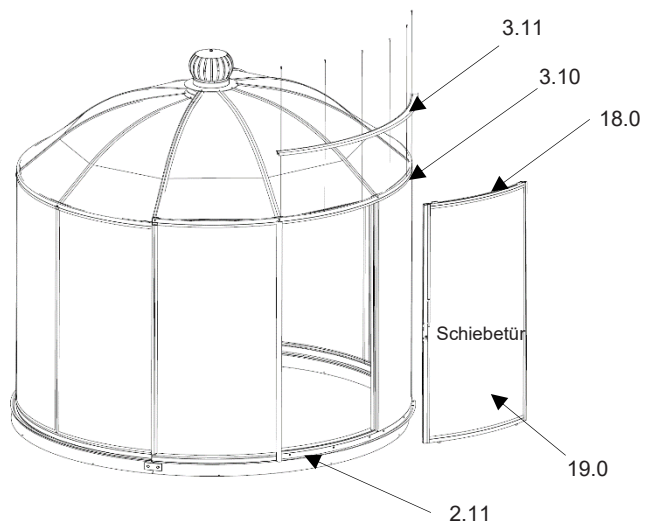

Abb.61
- das untere Türprofil (**19.0**) der Schiebetür mit den Laufrollen auf die Türlaufschiene (**2.11**) stellen. (Abb.61)
- das obere Türprofil (**18.0**) mit den Kunststoffgleitern in die Profil-Nut der Türprofilschiene (**3.11**) fixieren. (Abb.61/63)
- Türlaufschiene (**3.11**) wieder mit dem Traufprofil (**3.10**) verschrauben. (Abb.61/62)
(Abb.61/62)